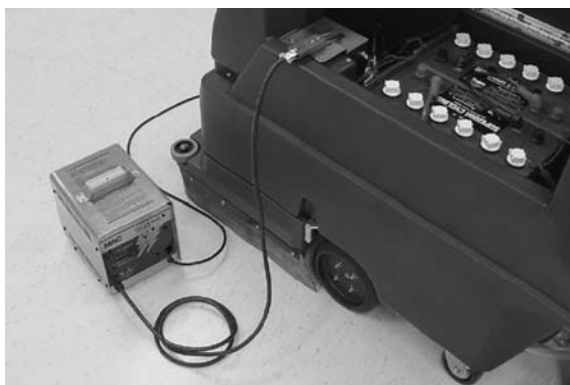

FIG. 29
4. Branchez le cordon de courant continu du chargeur sur la prise de batterie située à l'arrière de la machine (Figure 29).